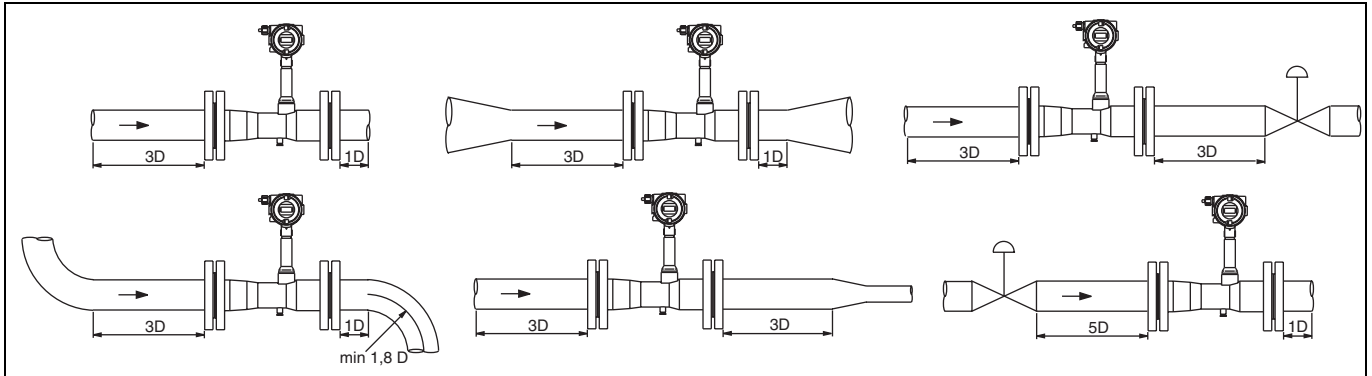

Abb. 4: Empfohlene Ein- und Auslaufstrecken
- die empfohlenen Ein- und Auslaufstrecken eingehalten werden (Abb. 4).
Auf Grund seines Funktionsprinzips arbeitet der Drall-Durchflussmesser nahezu ohne Ein- und Auslaufstrecken. Abb. 4 zeigt empfohlene Ein- und Auslaufstrecken für verschiedene Installationen. Keine Ein- und Auslaufstrecken sind erforderlich, wenn der Krümmungsradius von einfachen oder doppelten Rohrkrümmern vor und hinter dem Gerät größer als $1,8 \times D$ ist. Hinter Reduzierungen mit Flanschübergangsstücken nach DIN 28545 ($\alpha/2 = 8^\circ$) ist ebenfalls keine zusätzliche Ein- und Auslaufstrecke erforderlich.